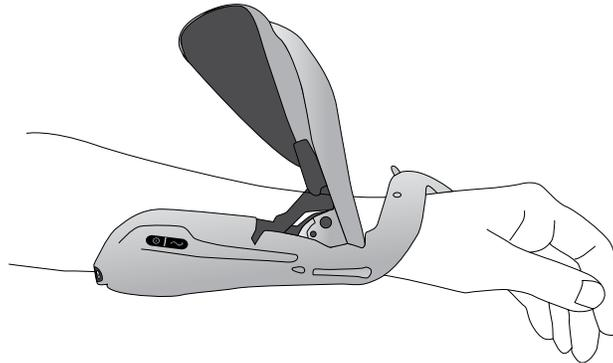

Abbildung 6-6: Positionieren der Orthese
2. Legen Sie die Orthese am Unterarm an, und positionieren Sie die Beugerstütze am Unterarm. Siehe Abbildung 6-6.